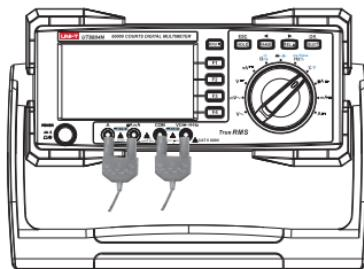

图13
- (1) 将仪表的旋转开关转到“ $^{\circ}\text{C}/^{\circ}\text{F}$ ”测量档，按SELECT键选择摄氏温度 $^{\circ}\text{C}$ 或华氏温度 $^{\circ}\text{F}$ ，图13，将温度转接座插入四个端子，二个温度探头接入温度转接座，探头探测待测物体的表面上。